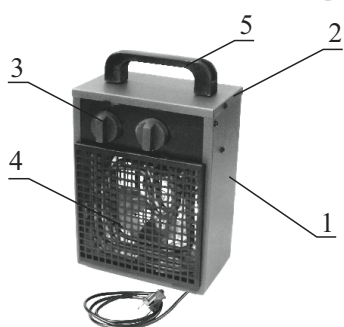

рис.1 Тепловентилятор
5.1 Схема тепловентилятора представлена на рис.1